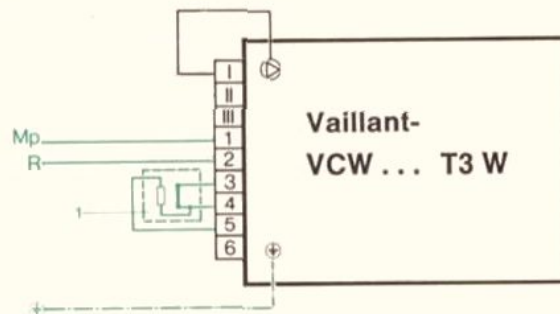

Fig. 9
Come visibile dalla fig. 9 si collegano il neutro (Mp) col morsetto 1, la fase (R) col morsetto 2 e la messa a terra ⊕ con una delle due viti di messa a terra nel cassetto dei morsetti.
L'allacciamento del termostato ambiente avviene come da fig. 9. Si consiglia di installare il termostato ambiente Vaillant con ritorno termico VRT 378 (art. 378) rispettivamente il termostato orario Vaillant VRT 394 con abbassamento automatico (art. 394) in base alle istruzioni di montaggio ed uso allegato al termostato. Il termostato ambiente va fissato ad una parete interna nel locale più abitato, che non sia esposto nè a correnti nè a raggi solari.